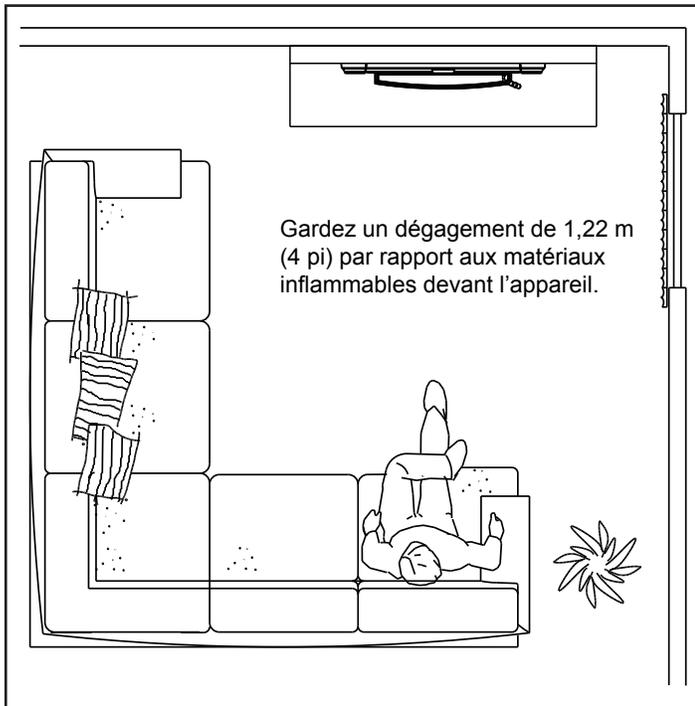

Figure 16.1
- Ne placez AUCUN objet inflammable à moins de 1,2 m (4 pi) devant l'appareil. Voir la **figure 16.1**.